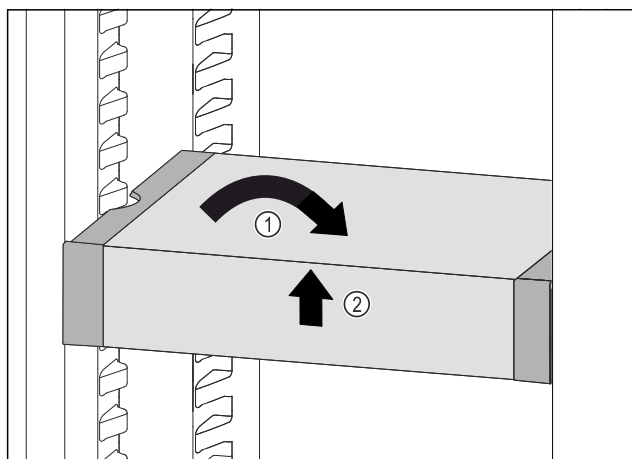

Fig. 125
- Predal VarioSafe postavite ravno. Fig. 125 (1)
- Predal VarioSafe dvignite spredaj. Fig. 125 (2)